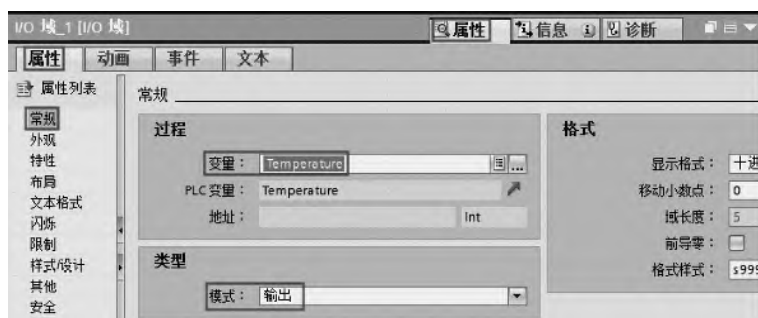

图 9-76 I/O 域组态
④ 选中“I/O域”，再选中“属性”→“属性”→“常规”，将变量与“Temperature”关联，如图9-76所示。